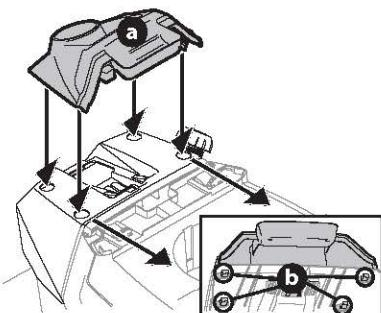

Figura 13
Para instalar la cubierta del tablero (a), alinee las lengüetas (b) de la cubierta del tablero (c) con los orificios del tablero superior como se muestra en la Figura 13. Coloque las lengüetas (b) en los orificios del tablero superior y empuje hacia adelante sobre la cubierta del tablero para tratarla en su lugar.
**NOTA:** asegúrese de oprimir sobre la parte inferior de la tapa del tablero (a) frente a la posición del operador para asegurar que las lengüetas inferiores de la tapa del tablero estén en su lugar (Figura 13).